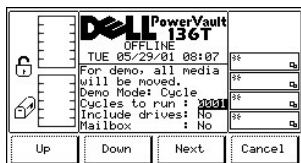

図 107. Service > Library > Exercise > Demo > Cycles to run Dialog
- 1 **Next** ソフトキーの下にあるボタンを押すと、リストの次のフィールドがアクティブフィールドになります。図 107 を参照してください。フィールドリストの終わりまで来ると、アクティブフィールドはリストの最初のフィールドに戻ります。図 106 を参照してください。